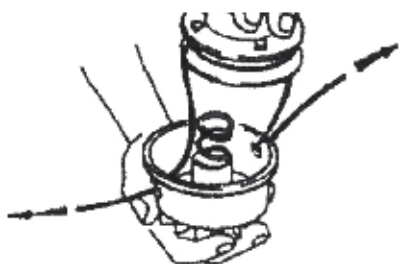
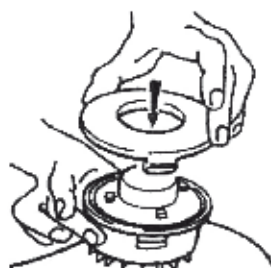

FIG. 6
FIG. 7
7. Insira a mola (Fig. 6), volte a montar o carretel e o porta carretel na roçadeira. Para isso, empurre o cabeçote e gire-o para a direita até que se bloqueie. (Fig. 7).